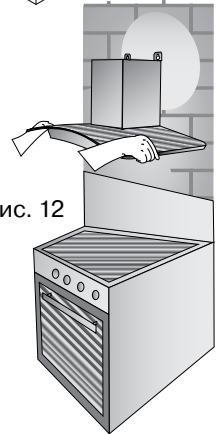

Рис. 12
6. Подвесьте вытяжку на шурупы **(А, В)**, выровняйте её по горизонту и затяните шурупы отвёрткой. По завершении выравнивания окончательно закрепите вытяжку при помощи шурупов через отверстия **(С, D)** изнутри вытяжки (рис.12).